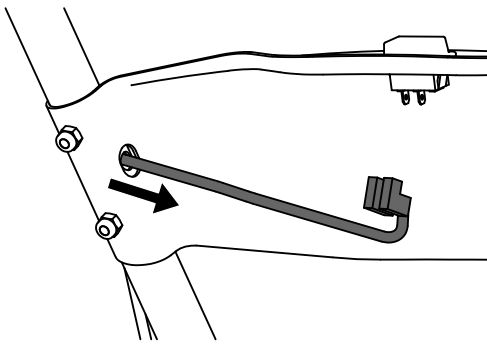

Figura 14
2. Instale el panel de instrumentos central. Enrute el cable del interruptor del motor a través del orificio del lado izquierdo del panel, como se muestra en la **Figura 14**.